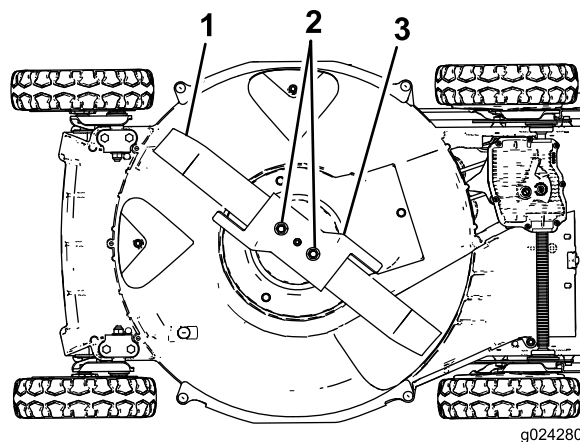

Figura 25
- Incline a máquina sobre o lado **direito** (filtro do ar voltado para cima), tal como se ilustra na Figura 25.